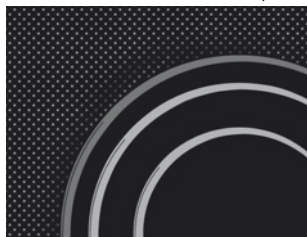

рис. 2
- **Небольшие загрязнения** можно устранить мягкой влажной тканью. Затем протрите чистую поверхность насухо (рис. 2).
- **Декоративный рисунок** на варочной поверхности может стираться из-за использования агрессивных и грубых чистящих средств, а также посуды с поврежденным или грубым дном (рис. 2).